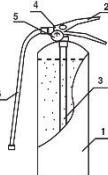

Рис. 1
4.1. Огнетушитель (рис. 1) состоит из корпуса 1, наполненного огнетушащим порошком 7. На горловине закреплено запорно-пусковое устройство 4 с индикатором давления 5. ЗПУ оснащено ручкой для переноски огнетушителя и ручкой для управления подачей порошка 2. Огнетушитель оснащен сифонной трубкой 3, гибким рукавом 6 (кроме ОП-1, ОП-2, ОП-3) и расшилителем для получения факела распыла порошка. Огнетушитель оснащен чекой для предотвращения саморазбавления.
На баллоне нанесена маркировка в одну, две или три строки. Допускается размещение наклейки (надписи) в центральной части цилиндрической поверхности, граничащей с верхней крышкой: по диаметру крышки, вдоль баллона по высоте, по диаметру цилиндрической части обечайки в нижней, средней или верхней частях обечайки (смотри рис.1). Содержащая следующую информацию: